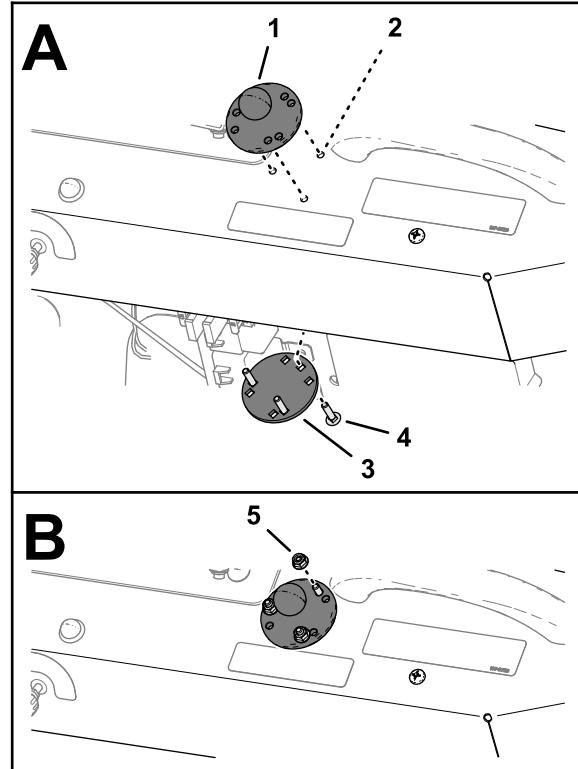

Figure 22
- Installez les boulons de carrosserie et le raidisseur dans les trous de la planche de bord (Figure 22).
- Montez le support à rotule sur les boulons de carrosserie et fixez le support à la planche de bord (Figure 22) à l'aide de 3 contre-écrous à embase (n° 10).
- Insérez les 3 boulons de carrosserie dans l'ouverture carrée du raidisseur, comme montré à la Figure 22.